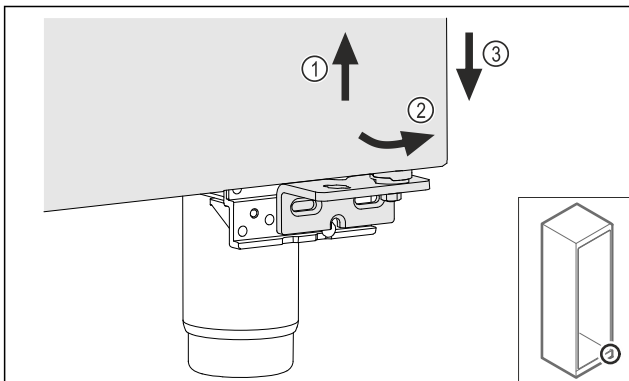

Fig. 16
- ▶ Késsé emelje meg az ajtót Fig. 16 (1), billentse előre az alját Fig. 16 (2), és eressze le Fig. 16 (3).